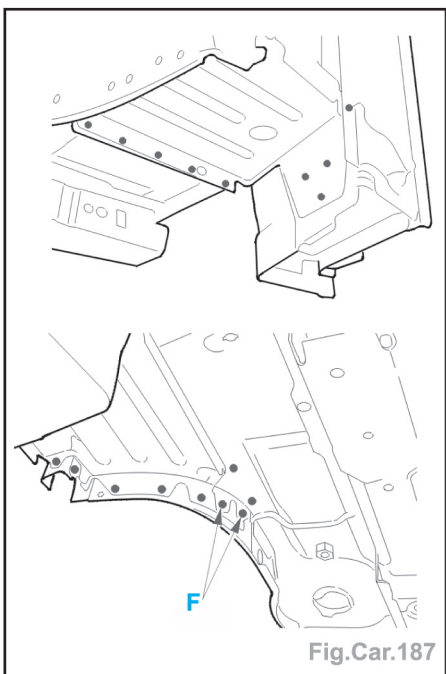

Fig.Car.187
- Souder par points électriques et par points bouchons (suivant **F**) (Fig.Car.187).